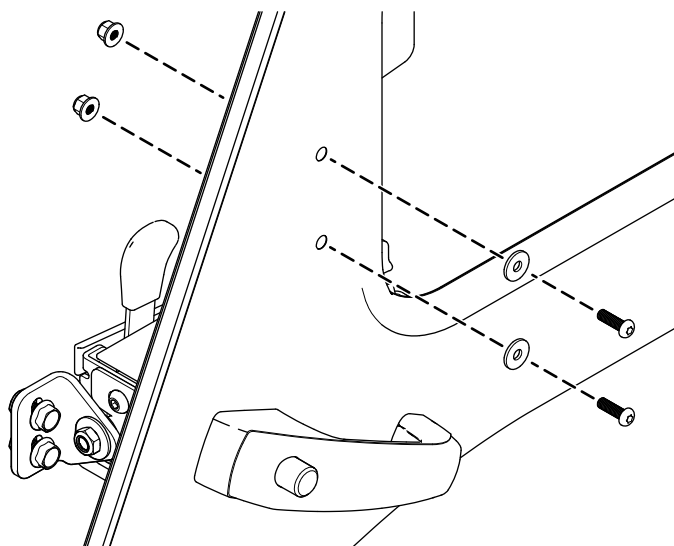

Figure 3
1. Retirez les 2 vis Torx, les 2 rondelles et les 2 contre-écrous (6 mm) existants de la porte de la cabine (Figure 3).